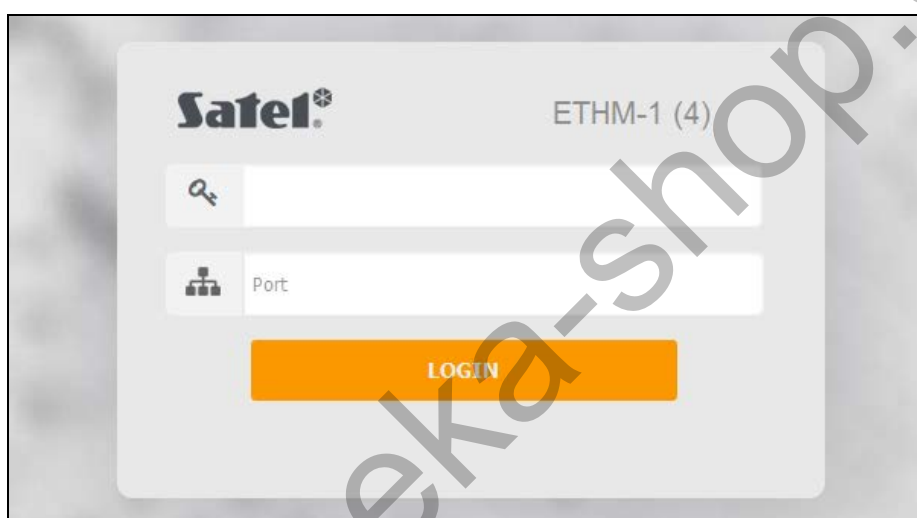

Рис. 19. Интернет-браузер: сайт регистрации.
3. Когда откроется сайт регистрации (рис. 19), в соответствующие поля введите: